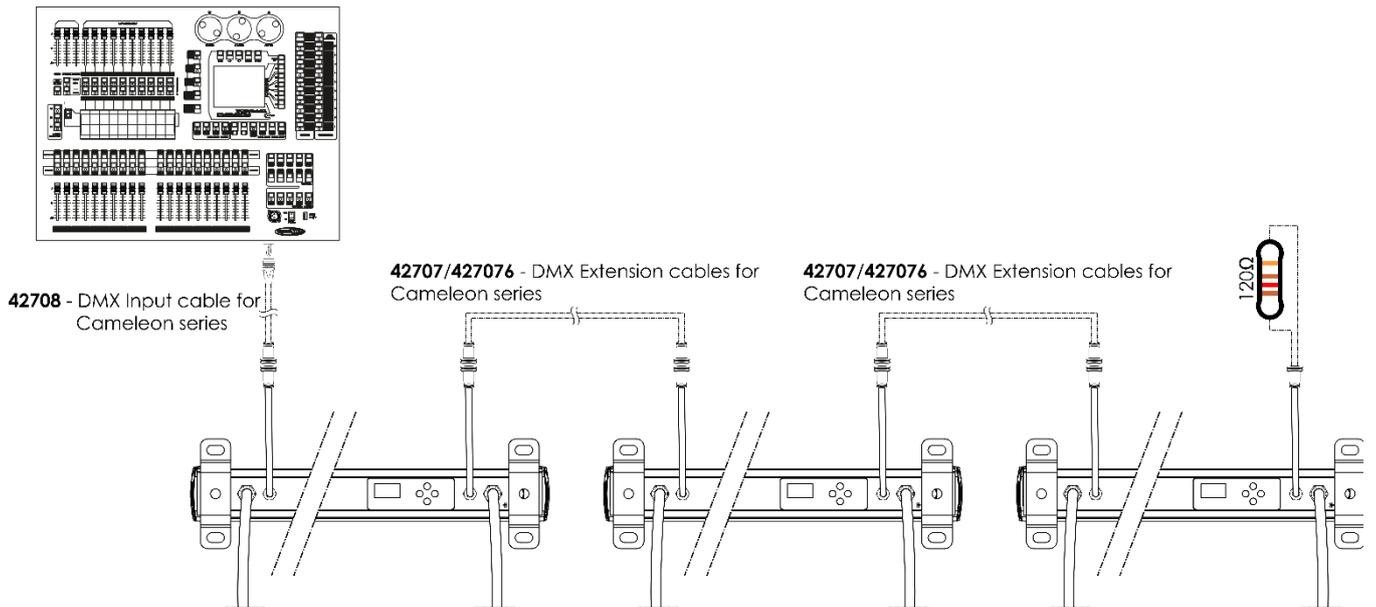

Fig. 04
- 04) Interconecte las unidades como se indica en la Fig. 04. Conecte un controlador de iluminación a la toma de entrada de señal "DMX In" de la primera unidad mediante el cable de entrada DMX 42708. Conecte la toma de salida "Out" de la primera unidad al conector de entrada "In" de la segunda unidad mediante el cable DMX de extensión 42707/427076. Interconecte las unidades segunda y tercera mediante el cable DMX de extensión 42707/427076.